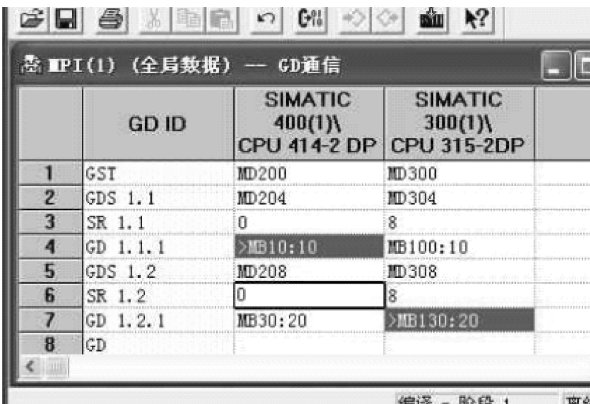

图 7-15 把 S7-400CPU 的 SR 改为 “0”
11) 在全局数据包通信时如果需要控制数据的发送与接收, 需要调用系统功能 SFC60 及 SFC61, 支持这种功能的只有 S7-400 CPU, 把需要控制发送与接收的 SR 改为 0 就可以了, 如图 7-15 所示。